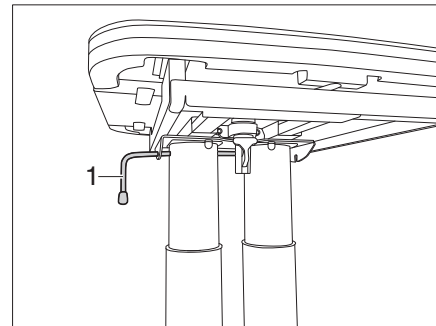

Bild 109 Lås bord
- Vrid låsspaken (Bild 109,1) till höger. Lyftbordet är låst.
- Lossa låsspaken (Bild 109,1).
- Vrid låsspaken (Bild 109,1) till vänster. Spärren är öppen.